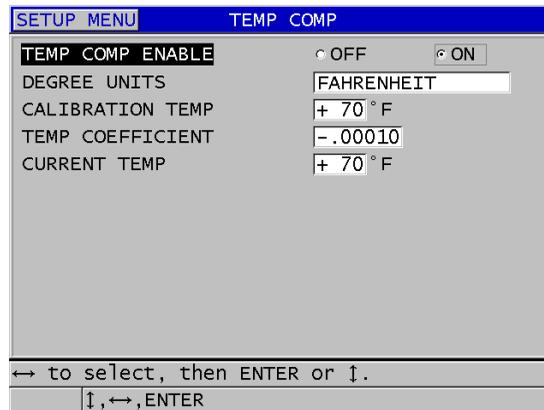

Abbildung 10-18 Fenster TEMPVERGL.
3. Verfahren Sie im Fenster **TEMPVERGL.** wie folgt (siehe Abbildung 10-18 auf Seite 180):